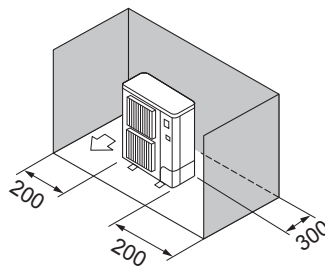

Fig. 2-5
- ③ Окружающие предметы - только сзади и с боковых сторон (Fig. 2-5)